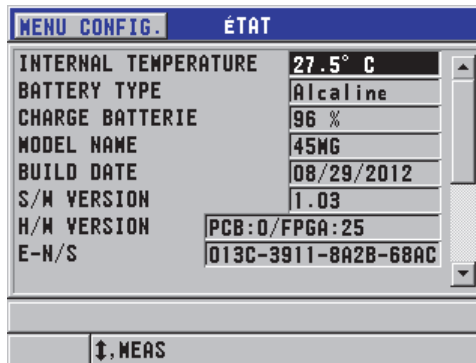

Figure 12-5 Exemple d'écran ÉTAT
2. Dans le **SP MENU** (voir la Figure 4-2 à la page 57), sélectionnez **ÉTAT** (voir la Figure 12-5 à la page 229).